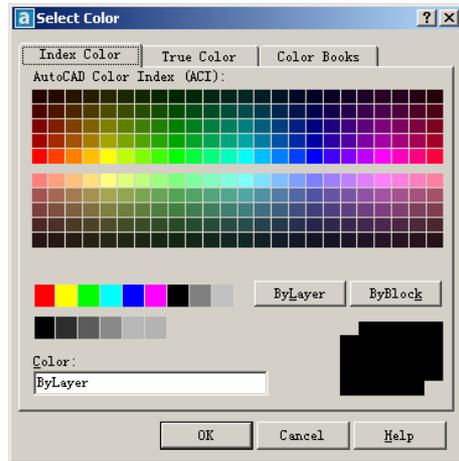
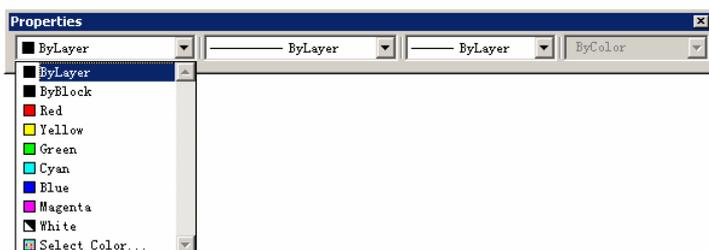

图 7-10 Select Color (选择颜色) 对话框
图 7-11 Properties (对象特性) 工具栏中的 Color (颜色) 列表
调用该命令后,系统将弹出 Select Color (选择颜色) 对话框,如图 7-10 所示。
(1) 设置为当前颜色。将某种颜色设置为当前颜色后, 之后所有绘制的新图形都是使用该颜色。设置当前图形有两种方法: 一是在如图 7-10 所示的 Select Color (选择颜色) 对话框中选择颜色, 然后单击 OK (确定) 按钮; 二是从 Object Properties (对象特性) 工具栏的 Color (颜色) 下拉列表选择颜色即可, 如图 7-11 所示。